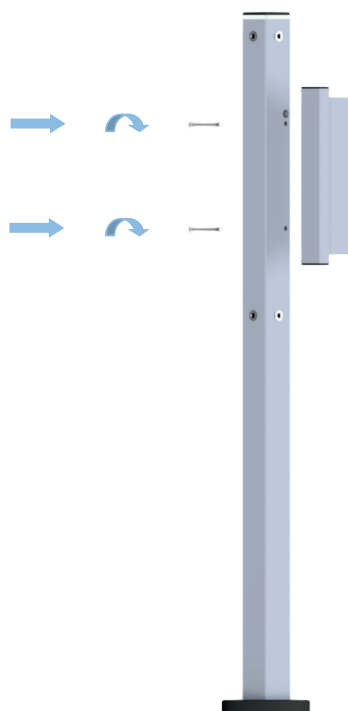

Рисунок 7.2.1 Установка кронштейна с замком на замковую стойку
- 2 С помощью винта М6х60 прикрутите кронштейн с замком к стойке (рис.7.2.1);